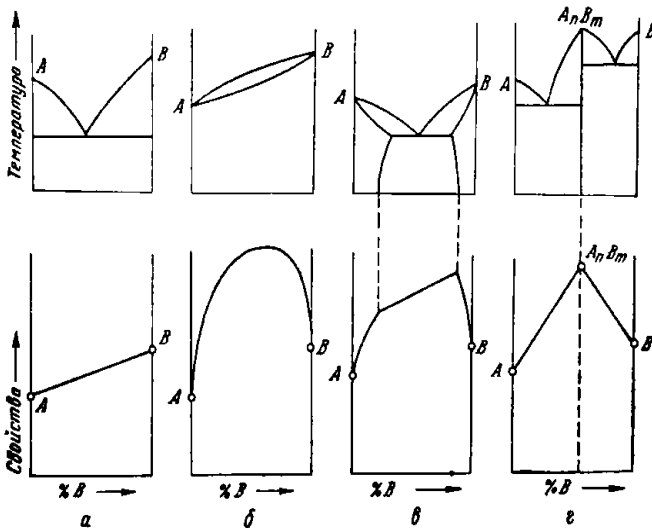

Рис. 7. Закономірності Н.С. Курнакова
Властивості сплавів значною мірою визначаються фазовим складом, який можна характеризувати діаграмою стану. Вперше за зв'язок між видом діаграми та властивостями вказав Н.С. Курнаков. На рис. 7 наведені 4 основні типи діаграм стану й закономірності зміну властивостей сплаву із зміною концентрації. Ці закономірності вказують на те, що у твердих розчинах такі властивості як твердість, питомий електроопір,
1. При утворенні сумішей (рис. 7,*а*) властивості сплаву змінюються за лінійними законами (адитивне). Властивості сплавів знаходяться в інтервалі між властивостями чистих компонентів.
2. При утворенні твердих розчинів (рис. 7,*б*) властивості сплаву змінюються за криволінійними залежностями, однак, деякі властивості, у першу чергу електроопір, можуть значно відрізнятись від властивостей компонентів. Тобто при утворенні механічної суміші електроопір підвищується незначно, а при утворенні твердого розчину – сильно. Тому розпад твердого розчину на дві (або більш) фази призводить до підвищення електропровідності.
3. При утворенні обмежених твердих розчинів (рис. 7,*в*) властивості у інтервалі концентрацій, який відповідає однофазним твердим розчинам, змінюється за криволінійним, а двофазній області діаграми – за прямолінійним законом. При цьому крайні точки на прямій є властивостями чистих фаз максимально насичених твердих розчинів, які утворюють дану суміш.
4. При утворенні хімічної сполуки на діаграмі концентрація – властивості (рис. 7,*г*), концентрація хімічної сполуки відповідає максимуму (або мінімуму) на кривій. Ця точка перелому, яка відповідає хімічній сполуці, називається *сингулярною (особливою) точкою*. По діаграмі склад – властивості знаходимо стехіометричне співвідношення компонентів даної хімічної сполуці, при цьому визначається, який концентрації відповідає сингулярна точка.